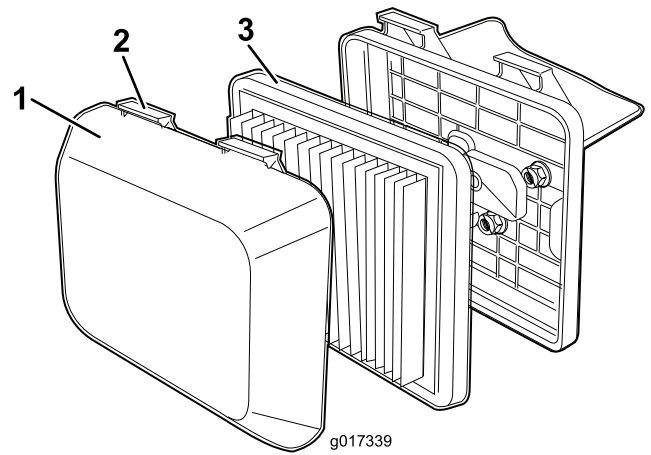

Bild 20
1. Drücken Sie die Verriegelungslaschen oben an der Luftfilterabdeckung nach unten (Bild 20).
3. Entfernen Sie den Filter (Bild 20).